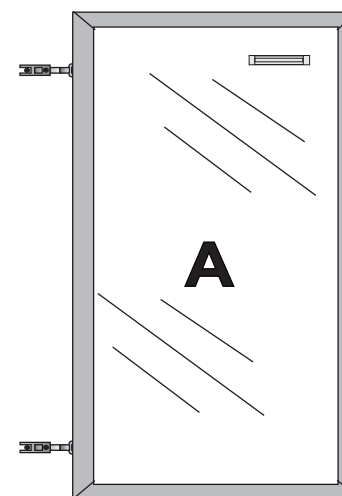
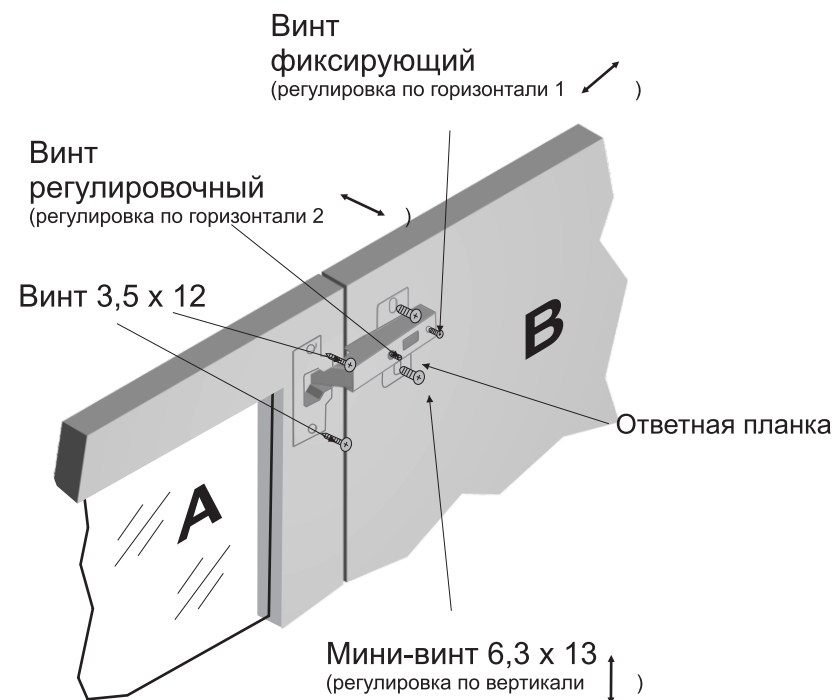

Рис.1
Рис.2
Сборка производится согласно Рис.1
Прикрутите ответные планки (1б) к боковинам В, используя мини винты (3). Прикрепите шарниры (1а) к дверям А винтами (2) (См. Рис. 1 - 2). Прикрепите двери с шарнирами к ответным планкам, используя фиксирующие и регулировочные винты (См Рис. 2). Отрегулируйте положение дверей по горизонтали и вертикали, с помощью регулировочных и фиксирующих винтов (См. Рис. 2). Используя подкладки для ручек (5) прикрепите ручки (4) к дверям А, винтами прилагаемым к ручкам.